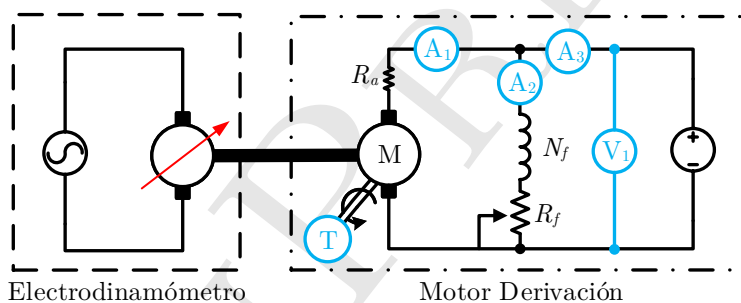

Figura 3: Motor derivación acoplado a un electrodinamómetro.
1. Conectar el circuito mostrado en la Figura 3. Tomar las mismas consideraciones respecto al sentido de giro que en la sección 4.2.